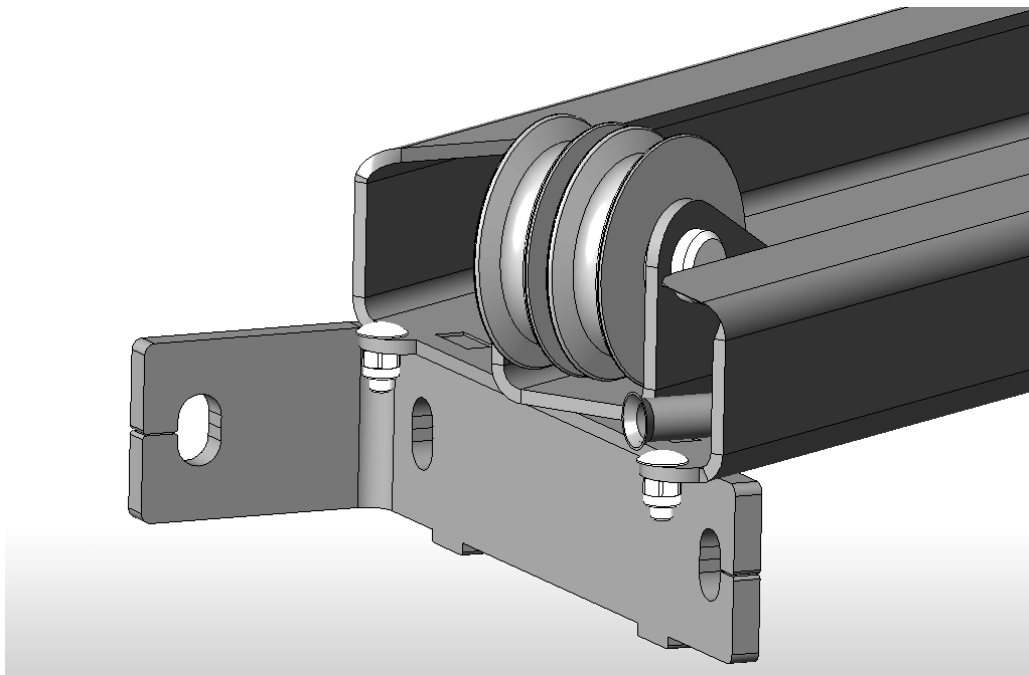

Рисунок 6.2 – Установка зацепов на перекладине
6.3 На готовый бетонный пол (4000x1500x250мм) установить стойки 1 и 2 (убедиться, что правильно выбрано направление заезда). К стойкам 1 и 2, используя болты M12x35, гайки M12, шайбы 12Г и шайбы 12, привернуть перекладину 3. Для удобства монтажа на концах перекладины закрепить мебельные болты с квадратным подголовком M6x16 (4шт.) и самоконтрящиеся гайки M6 и использовать их в качестве зацепов за колонны (Рисунок 6.2).